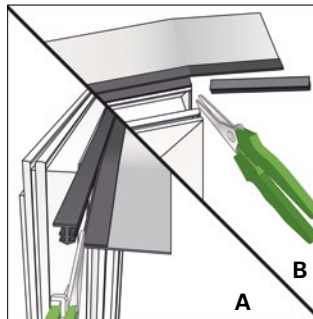

Bild 8: A) Überstände der Folie an der Keder-Knickkante einschneiden
- Den Keder an der Knickkante an den Überständen der Folie einschneiden und bündig bis zum Fensterrahmen abreißen (Bild 8).